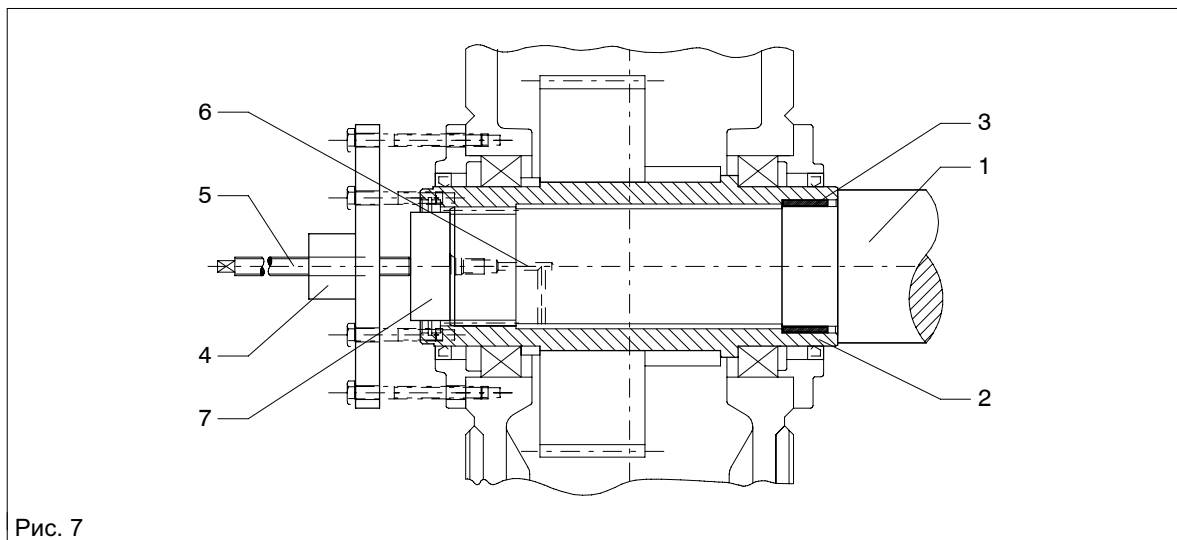
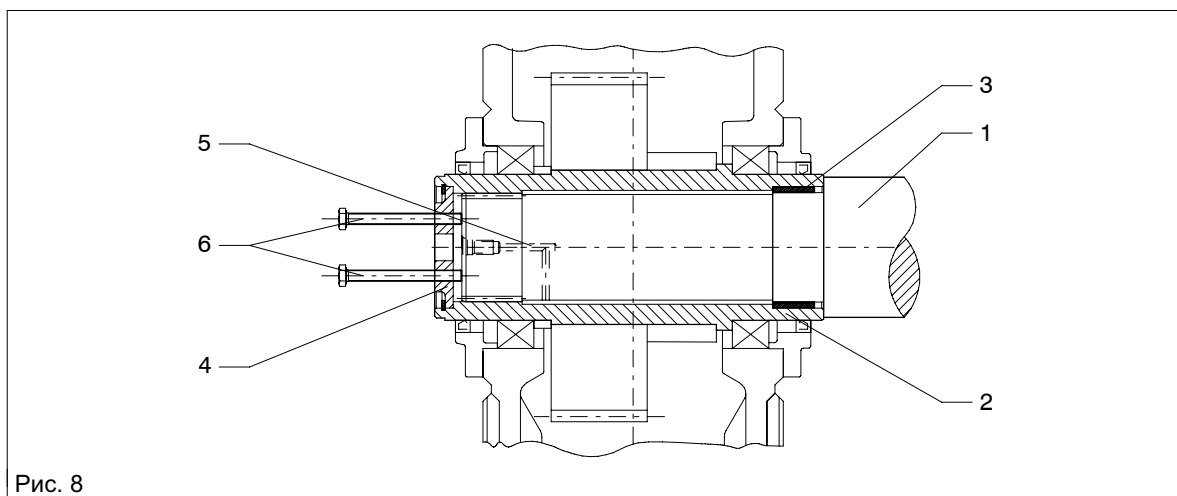

Рис. 7
Рис. 8
- При образовании ржавчины на посадочных плоскостях для облегчения снятия передачи насосом закачать под давлением растворитель ржавчины в пустое пространство сверленного отверстия, чтобы он попал на посадочное место. Подача растворителя ржавчины осуществляется через сверленные отверстия в машинном валу (см. рис. 7) или в концевом диске (см. рис. 8).
- Отжатие передачи от машинного вала может быть выполнено по возможности на месте при помощи отжимного винта на концевом диске (см. рис. 8), центральным ходовым винтом или, предпочтительнее всего, гидравлическим агрегатом (Lukas).
- После достаточного действия растворителя снять передачу при помощи устройства согласно рис. 7 или рис. 8.
Если при снятии, как показано на рис. 7, опора будет не только на полый вал, но и имеется дополнительное объединение с корпусом, силы отжима не должны превышать значений, приведенных в приведенной ниже таблице.